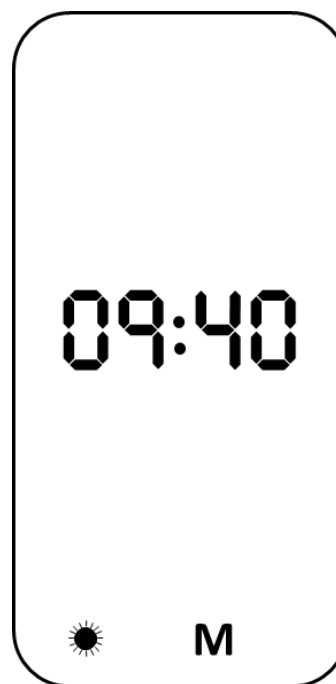

Bild 3-5 Exempel: visas efter godkänd självtest (**M** = BT-data i minnet,  mätperiod: dag)
- eventuell data (**M**) (Bild 3-5) som finns lagrad i blodtrycksmätaren.